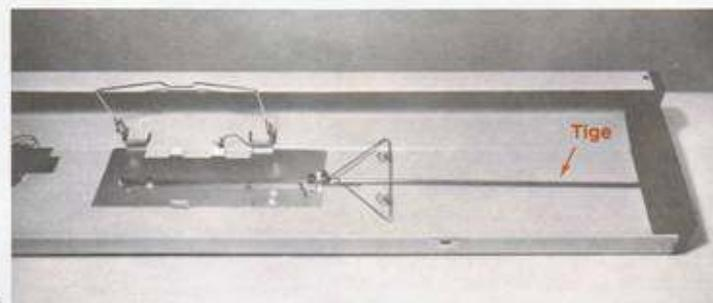

Fig. 6
- 9) Oter la tige du pêcheur (fig. 6).